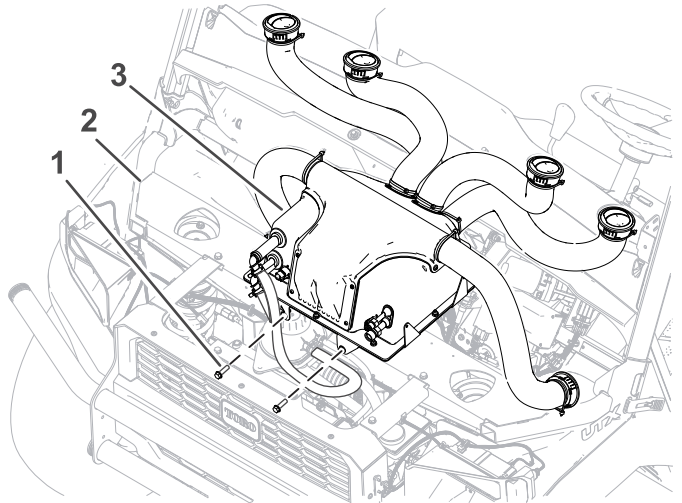

Figura 26
2. Collegate la parte anteriore del gruppo scatola HVAC al telaio della macchina con 2 bulloni esagonali (5/16" x 3/4"). Serrate i bulloni a 22,6 N·m; fate riferimento alla Figura 26.